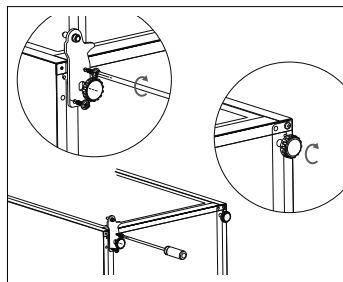

Fig. 12
- ▶ Ruotare la piastra forata della cerniera inferiore in modo che i fori della piastra forata si adattino ai fori dell'apparecchio e avvitare la cerniera con le due viti di sostegno sul lato opposto dell'apparecchio. Per allentare e serrare le viti utilizzare una chiave per dadi da 8 o un cacciavite a croce (vedere la **fig. 12**).
- ▶ Montare il piedino d'appoggio (vedere la **fig. 12**).